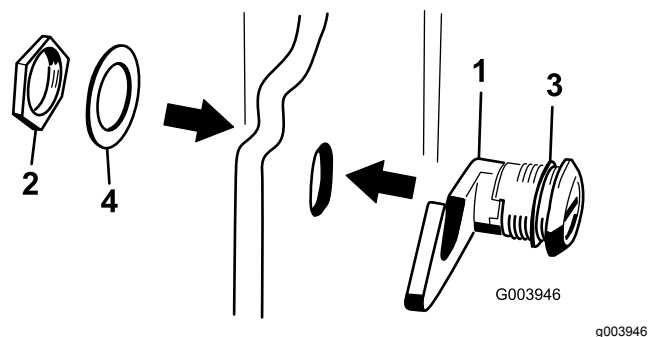

Figura 17
3. Retire a porca do trinco do capot (Figura 17).